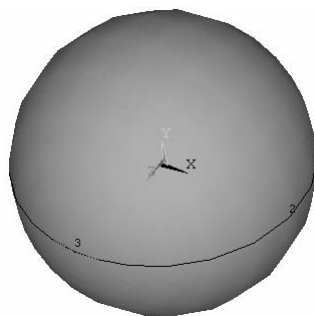

图 2-17 球体
(1) 依次选择 Main Menu>Preprocessor>Modeling>Create>Volumes>Sphere>Solid Sphere, 弹出“Solid Sphere”窗口。
(2) 在“Solid Sphere”窗口中的三个方框中由上到下依次输入“0”、“0”、“0.1”。该输入表示球心的 X 坐标为 0, Y 坐标也为 0, 其半径为 0.1。单击“OK”按钮。
(3) 操作界面出现球体, 用 Ctrl+鼠标右键改变显示角度后的视图(见图 2-17)。